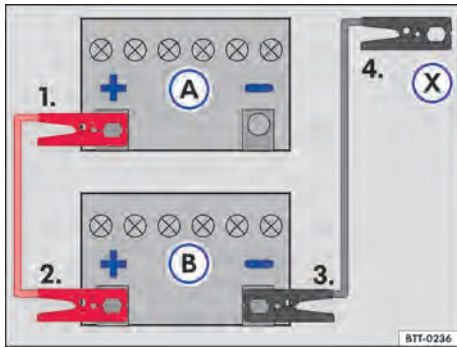

Fig. 201 Esquema para la conexión de los cables auxiliares de arranque: batería del vehículo descargada (A) y batería del vehículo que provee la corriente (B).
Leyenda para → fig. 201:
- Conectar un extremo del cable auxiliar de arranque rojo al polo positivo → fig. 201 (+) del vehículo con la batería del vehículo descargada (A) → ⚠.
- Conectar el otro extremo del cable de arranque auxiliar rojo al polo positivo (+) de la batería del vehículo que suministra corriente (B).
- Conectar un extremo del cable de arranque auxiliar negro al polo negativo (-) de la batería que brinda corriente (B) al vehículo.
- Conectar el otro extremo del cable de arranque auxiliar negro (X) al vehículo con la batería del vehículo descargada en una pieza maciza de metal atornillada firmemente al bloque del motor o en el mismo bloque del motor - aunque no cerca de la batería (A) → ⚠.